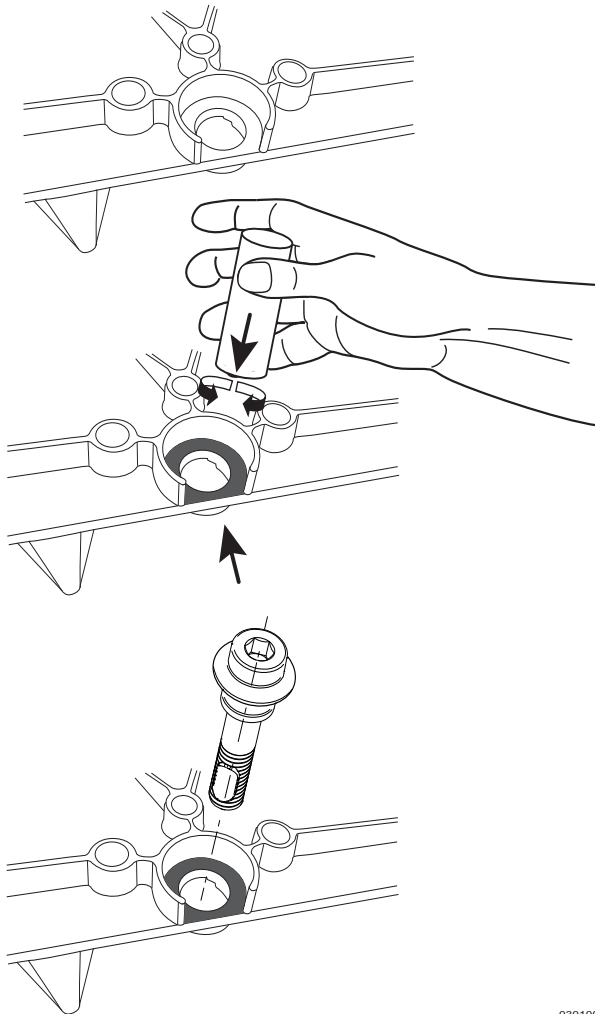

Abb. 62: Auftragen der Keramikpaste
- ➔ Tragen Sie Keramikpaste auf, wenn dort keine oder zu wenig vorhanden ist (s. Abb. 62).